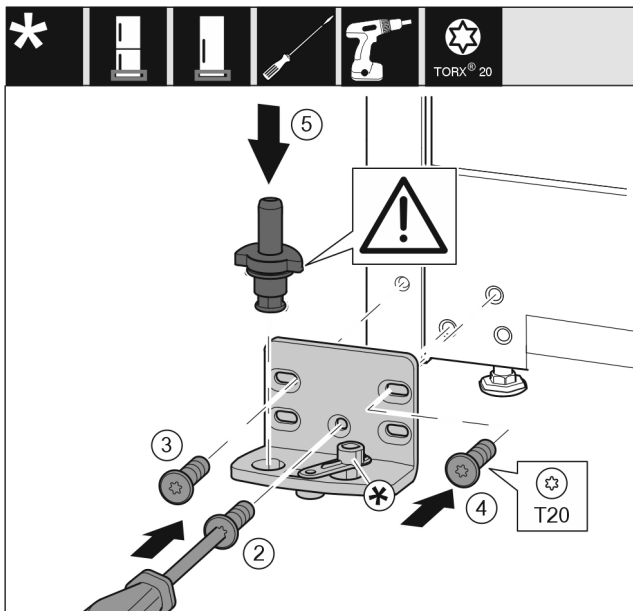

Fig. 16
- ▶ Lagerbus op de andere kant aanbrengen en met behulp van een schroevendraaier T20 vastschroeven. Met schroef 2 onder in het midden beginnen. Fig. 16 (2)
- ▶ Schroef 3 en 4 vastschroeven. Fig. 16 (3,4)
- ▶ Lagerbout volledig aanbrengen. Let op dat de vergrendelknok naar achter wijst. Fig. 16 (5)